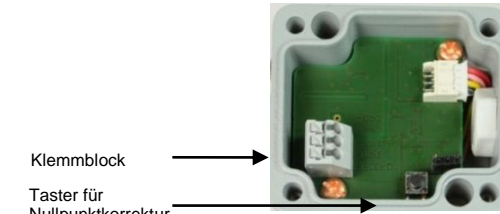

Abb. 3 Anschlussschaltbild
Der LPT 100 kann über eine Taste Nulliert werden. Drücken Sie dazu die Taste (Abb. 3) ca. 3 Sekunden.
- Drücken Sie die Taste (Abb. 3) ca. 3 Sekunden!